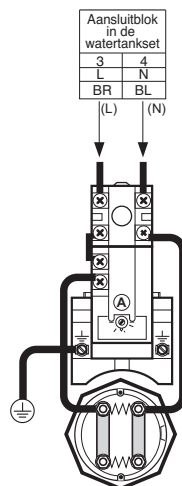

Fig. 3
(L): Spanningvoerend signaal van watertankset naar verwarmingsunit zoals in afbeelding 3.
(N): Nulsignaal van watertankset naar verwarmingsunit zoals in afbeelding 3.